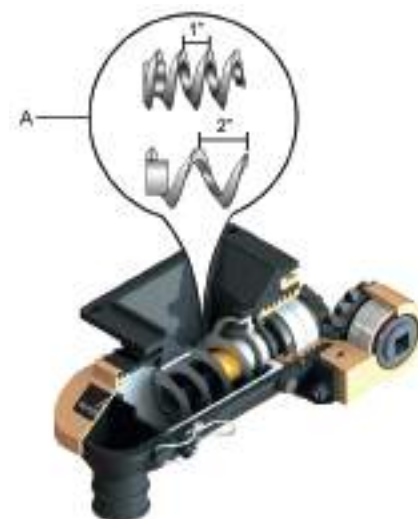

fig. 36
A regulagem da quantidade de fertilizante é realizada através do recâmbio das rodas dentadas (fig. 36) Z14-Z16-Z18-Z20-Z24 (A) do eixo "X" com as rodas dentadas Z15-Z17-Z19-Z21-Z23 (B) do eixo "Y". Afrouxe as buchas batentes (C) para deslocar as rodas dentadas pelos eixos até a posição ideal.